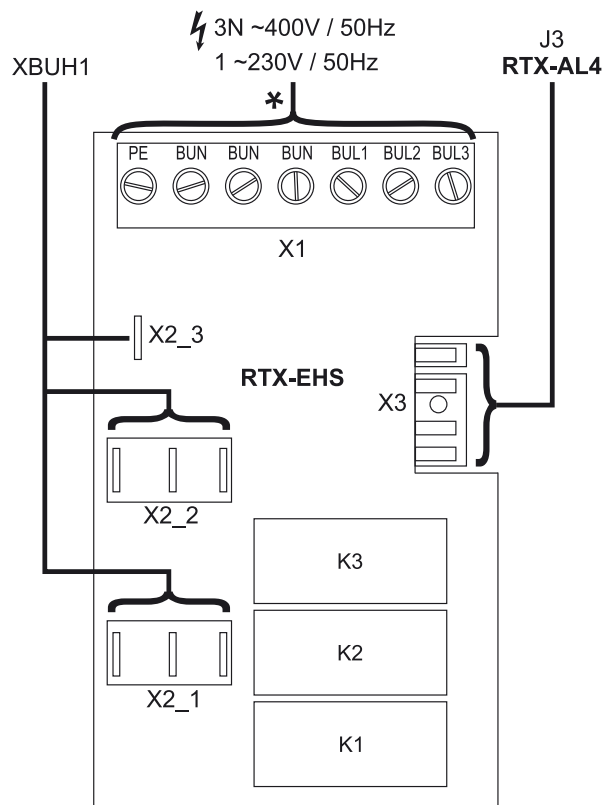

Fig. 4-11 Scheda RTX-EHS (backup-heater)- v. sezione 4.4.14
- Collegare l'alimentazione di corrente per il Backup-Heater alla morsetteria X1 della scheda RTX-EHS (fig. 4-11) nell'alloggiamento della centralina ROTEX HPSU compact.